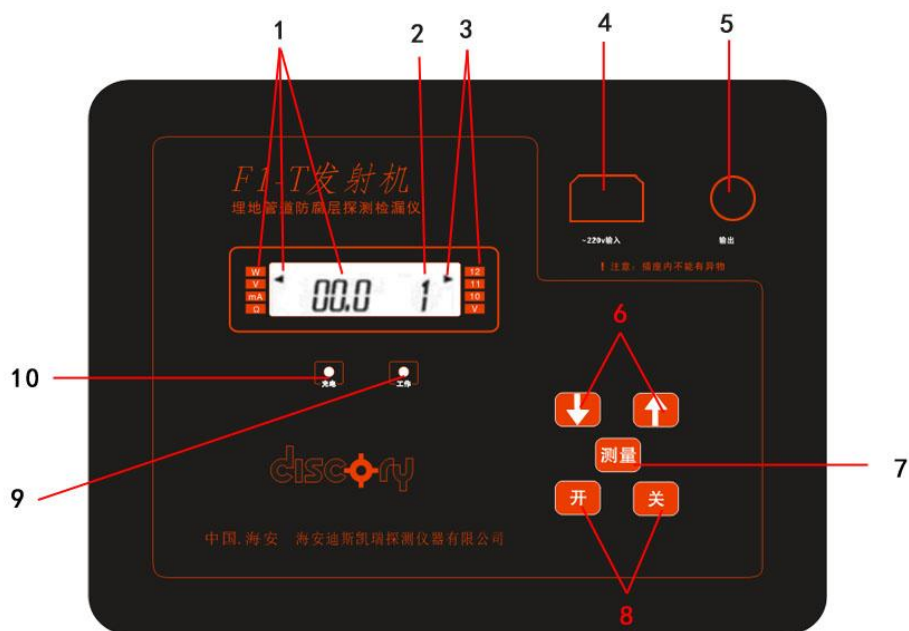

图 1 发射机前面板示意图
- 1、**发射机**：发射机用于向地下管道发射某一特定频率的电磁波信号，建立起单线——大地回路的地下管线检测场。其功能示意如图 1 所示。